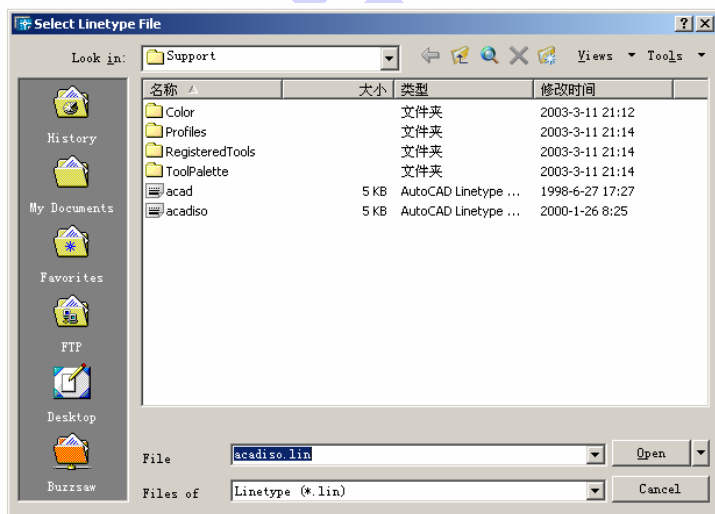

图 7-3 Select Linetype File 对话框
(1) ?。用户可以通过执行该选项来显示线型文件的清单。执行该选项时 AutoCAD 将弹出如图 7-3 所示的 Select Linetype File (选择线型文件) 对话框。
会出现图 7-3 所示的 Select Linetype File 对话框。